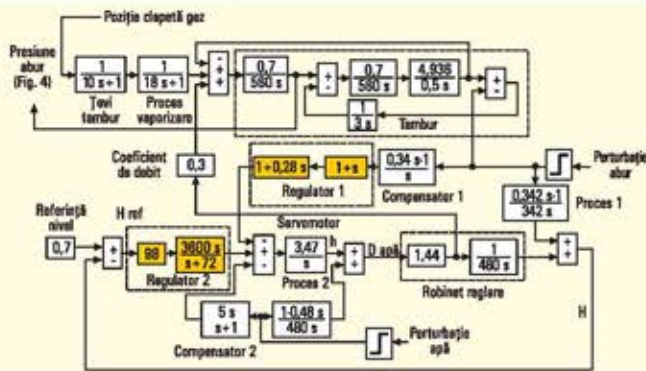
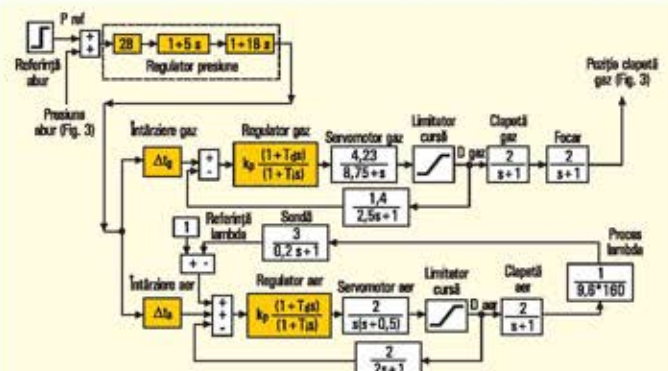

Fig. 3 - Modelul sistemului de reglaj al cazanului CR12 / (1/2)
Fig. 4 - Modelul sistemului de reglaj al cazanului CR12 / (2/2)
Modelul sistemului de reglaj, care a cuprins buclele de reglaj al arderii și respectiv al nivelului apei din tambur, (Fig. 3 și Fig. 4) s-a construit pe baza unui automat programabil (AP) tip SIMATIC S7, livrat de firma Siemens, pentru care s-a scris softul de aplicație. Automatul este format din următoarele module: